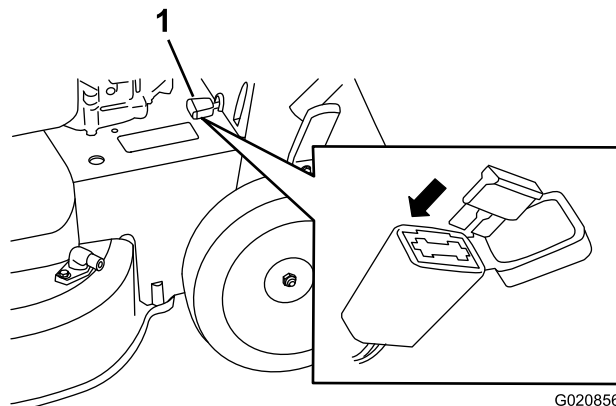

Figura 32
1. Abra el portafusibles sellado y cambie el fusible (Figura 32).